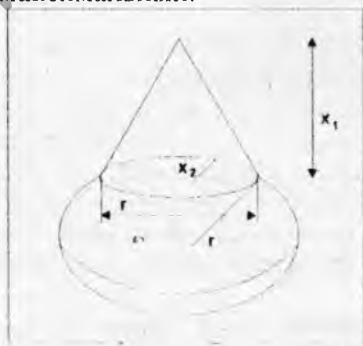

Рис.14.
15. Контейнер для воды для космонавтов сделан из сферы и конуса, основа которого равна радиусу сферы (Рис.14). Если радиус  $r=183\text{ см}$  и площадь поверхности не более  $13716\text{ см}^2$ , найти размеры  $x_1$  и  $x_2$  такие, чтобы объем контейнера был максимальный.